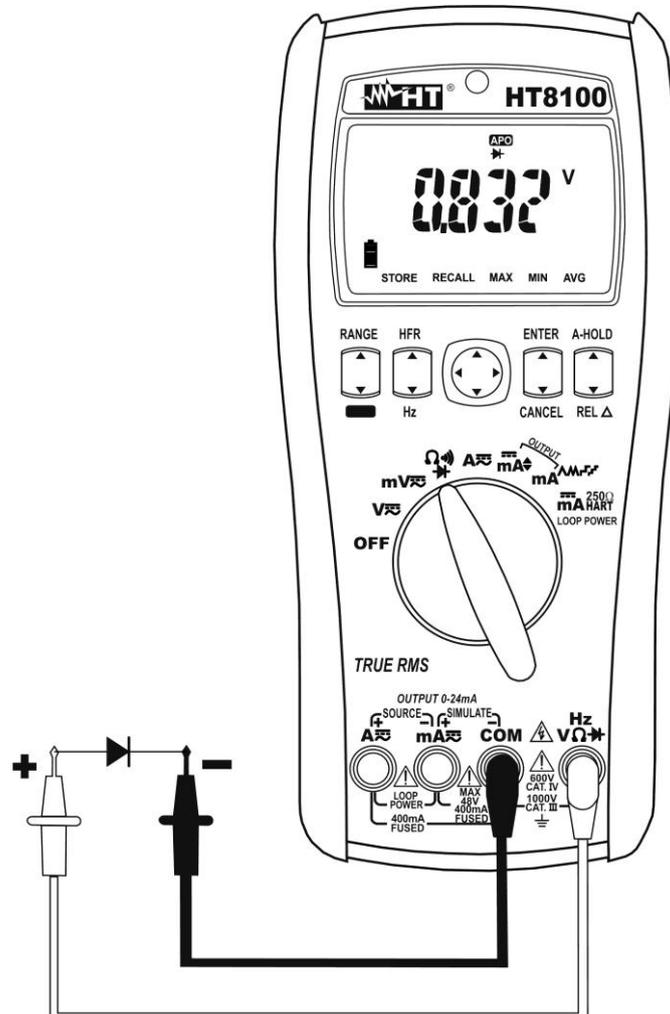

Fig. 7: Uso do instrumento para o Teste de Díodos
4. Colocar as ponteiros nas extremidades do díodo em exame respeitando as polaridades indicadas (ver Fig. 7). O valor da tensão do patamar em polarização directa é apresentado no display. Para uma boa junção P-N, o instrumento deve apresentar um valor compreendido entre 0.4 e 0.9V. Se o valor do patamar de tensão é 0mV a junção P-N do díodo está em curto-circuito.
5. Se o instrumento apresenta a mensagem "OL" os terminais do díodo são invertidos em relação ao indicado na Fig. 7 ou a junção P-N do díodo está danificada.